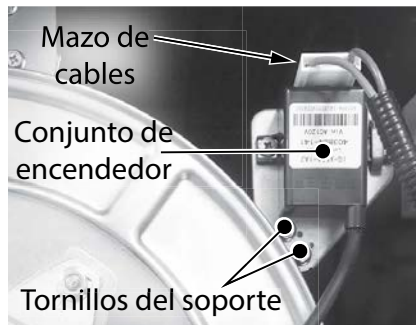

Figura 143 - Ubicación del conjunto de encendedor.
- 31** Ubique el conjunto de encendedor en el lado superior derecho del calentador del intercambiador de calor, como se muestra en la Figura 143.